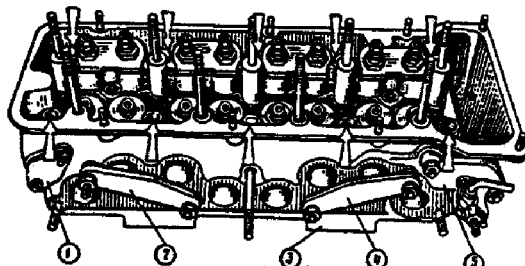

Fig. 2-52. Verificação da hermeticidade do cabeçote: 1, 2 e 4 - placas de vedação; 3 - base do dispositivo; 5 - flange com conexão para injeção de água.
- instalar nos cabeçotes as placas de vedação, constantes do dispositivo A.60334 (fig. 2-52);